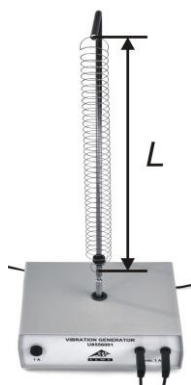

Fig. 4a: Illustration der (effektiven) Länge L der eingespannten Schraubenfeder.
- Die (effektive) Länge L der Schraubenfeder (Fig. 4a) auf ca. 30 cm einstellen. Ggf. Position der abgewinkelten Stativstange anpassen.
- Effektive Längen L der eingespannten Schraubenfeder und des eingespannten Seils (Fig. 4a, b) messen und notieren.